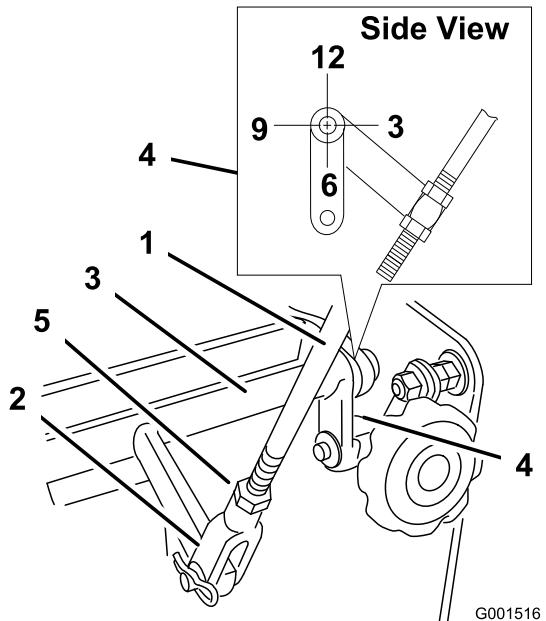

Figura 30
4. Controllate l'orientamento delle linguette sulle estremità dell'asse di comando della velocità. Accertate che queste linguette puntino direttamente verso il basso circa in posizione ore 6 (Figura 30).
5. Regolate la forcella filettata nella parte inferiore della tiranteria di comando della velocità finché le linguette non si trovano in posizione ore 6 (Figura 30).